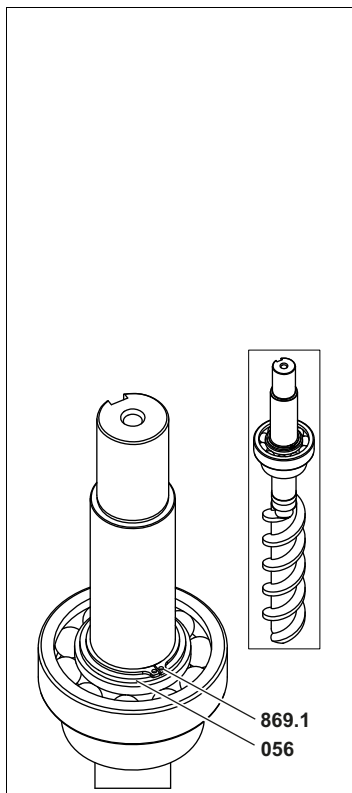

Fig. 23
6. Tourner la vis principale **661.1**. Enlever le circlip **869.1** et le disque de support **056**, voir Fig. 23, page 37.